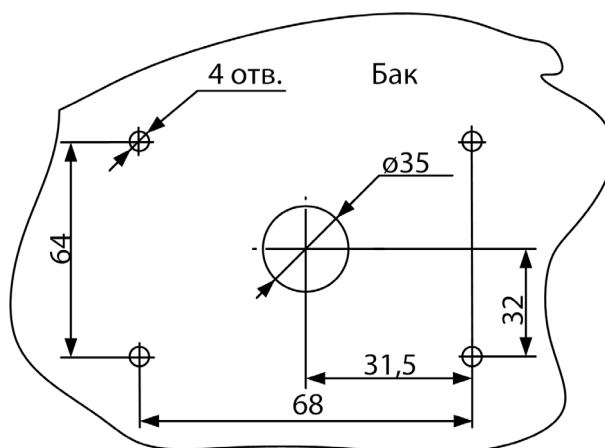

Рисунок 3. Подготовка места установки датчика Omnicomm LLS
3. Просверлите центральное отверстие биметаллической коронкой $\varnothing 35$ мм (Рисунок 3).
4. Просверлите четыре крепежных отверстия согласно схеме (Рисунок 3). Диаметр крепежных отверстий выбирается в зависимости от материала бака: